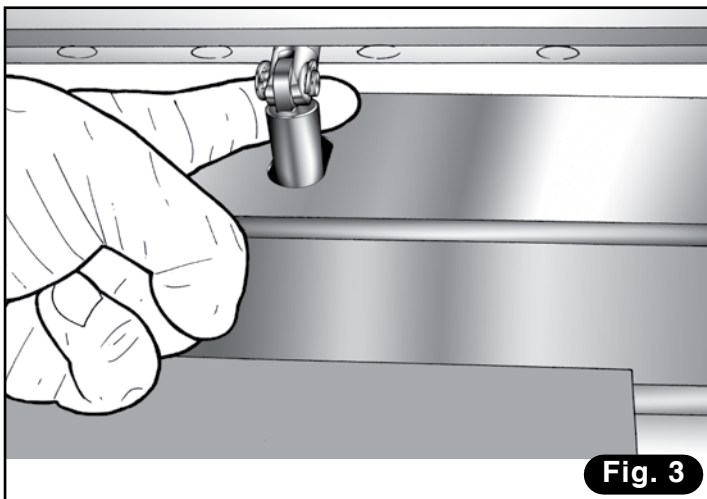

Fig. 3
- 2) Rimuovere l'anello elastico dal perno di fissaggio del pistone (**Fig. 3**).